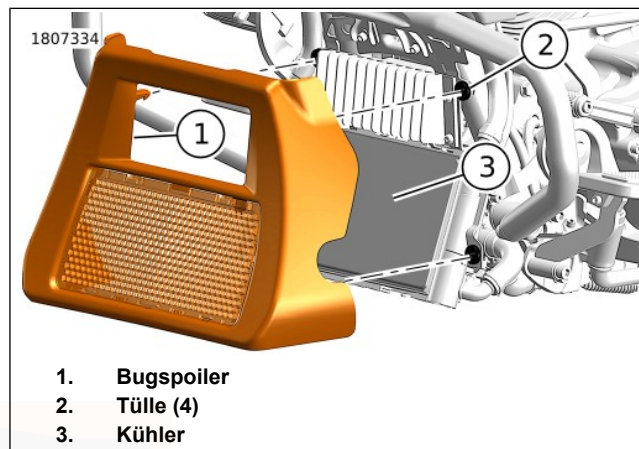

Abbildung 101. Bugspoiler
1. Siehe Abbildung 101. Bugspoiler ausbauen.
- b. Den Bugspoiler (1) gerade nach vorne ziehen.
2. Ablagerungen von den Kühlerlamellen (3) entfernen.
- c. Die Hakenstifte am Bugspoiler auf die Tüllen (3) ausrichten.